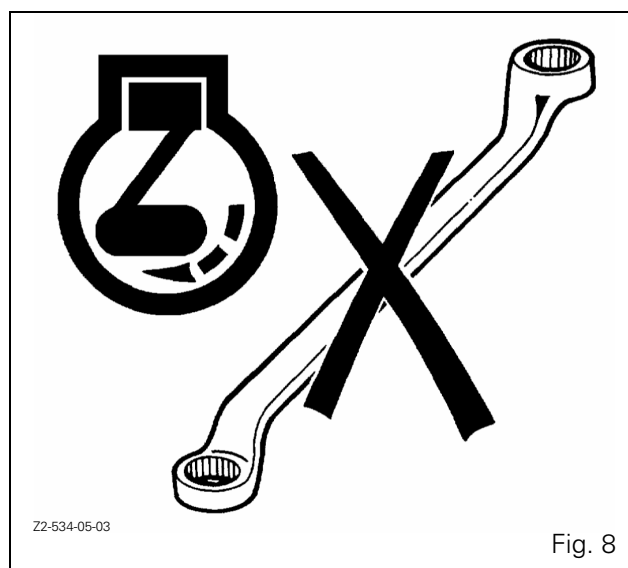

Fig. 8
- **NO REALIZAR NUNCA EL MANTENIMIENTO** en el tractor cuando el motor esté en funcionamiento o esté todavía caliente o cuando el tractor esté en movimiento (Fig. 8).